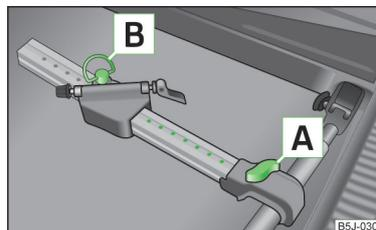

Fig. 73
- › Extraer el tornillo [A] » fig. 73 un poco y deslizar el larguero (pieza de aluminio) hacia el travesaño hasta que el soporte encastre.
- Aflojar el tornillo **A** » fig. 73 de la página 83 y deslizar el portabicicletas junto con la bicicleta sujeta hacia la izquierda de modo de que el manillar no toque la ventanilla del maletero.